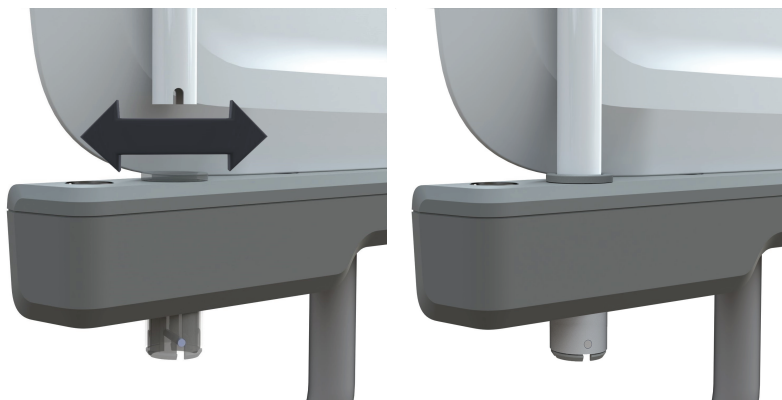

Figura 34 – Fixar ou remover o suporte para elevação
1. Alinhe ao centro e insira o suporte para elevação numa das duas mangas para acessórios (Figura 34).